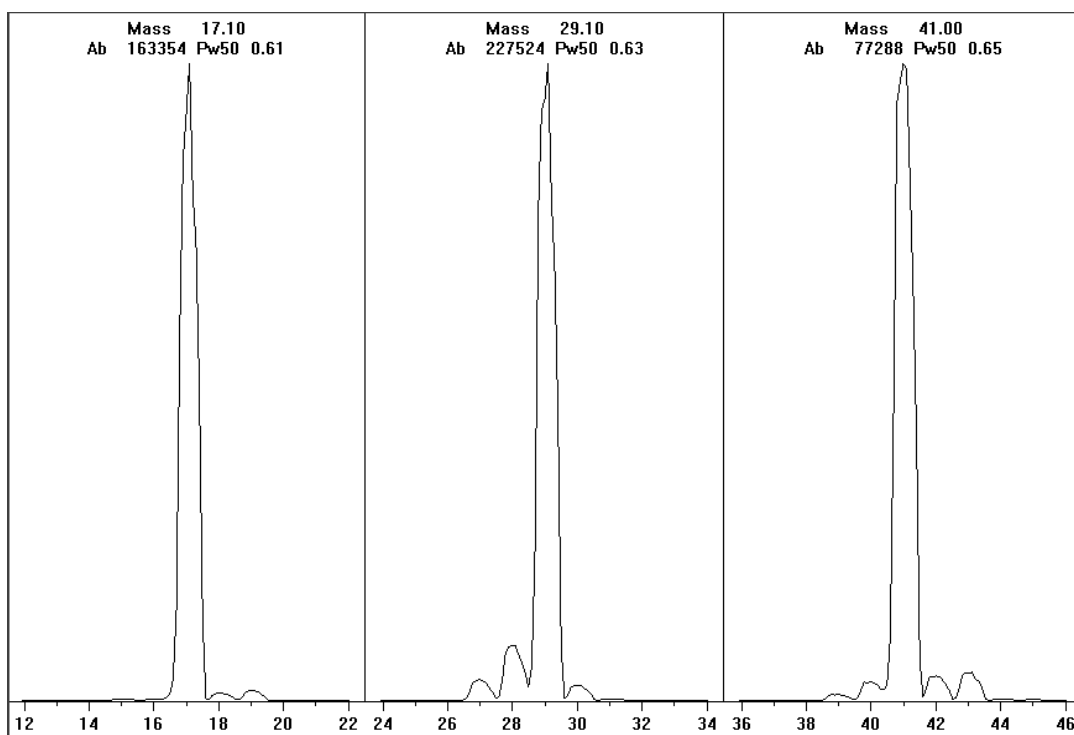

Figura 42. Verificações de íon reagente após um condicionamento muito longo
- 8 Examine o scan do perfil exibido dos íons reagentes. (Consulte **Figura 42.**)